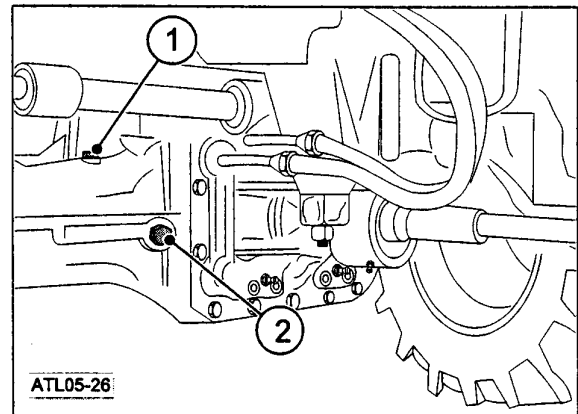

Fig.5-25 - Eje delantero.
3. Quitar el tapón de nivel (2. Fig.5-25) del cuerpo central del eje. El aceite debe estar al nivel del orificio. Reabastecer si es necesario con aceite del tipo indicado a través del tapón de llenado (1, Fig.5-25).